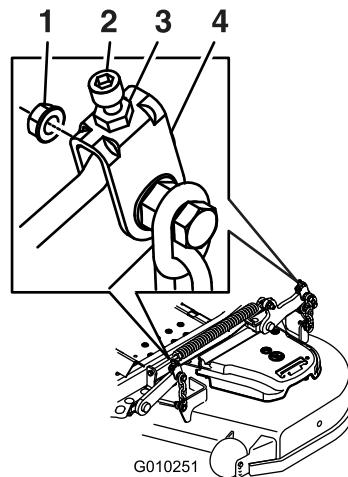
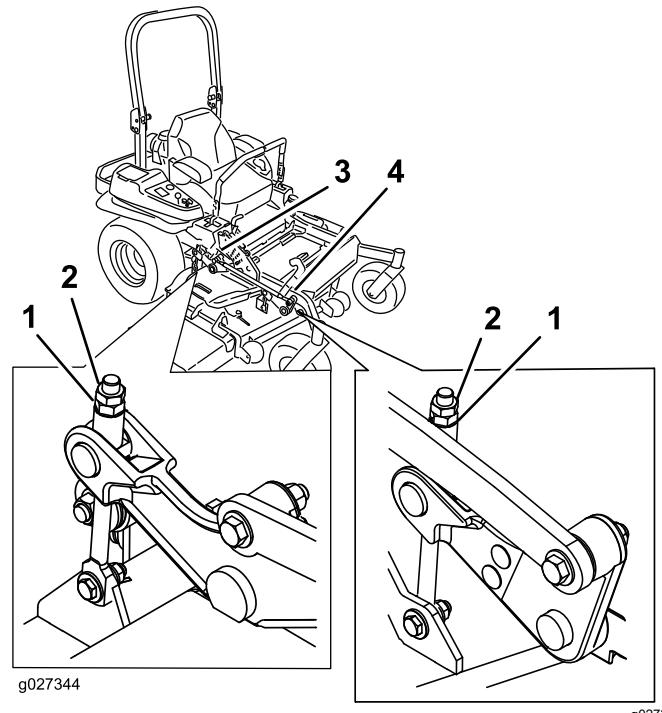

Figura 125
Figura 126
10. Afine a porca de ajuste no conjunto de elevação da plataforma frontal rodando-a (Figura 125 ou Figura 126).
16. Regule o ajuste girando para a altura de 8,3 cm (Figura 126).